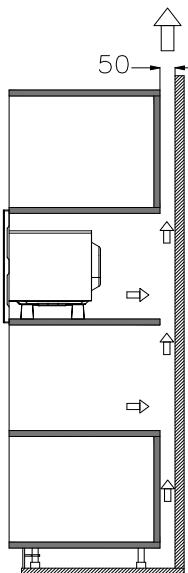

Fig. 4
- d) Utilizați șuruburile din ambalajul pieselor pentru a fixa cuptorul cu microunde în dulap. (Fig. 4)